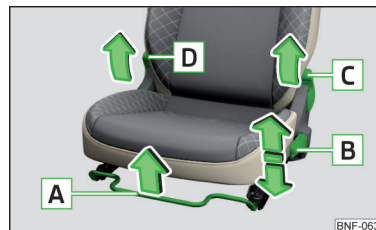

Bild 50
Manöverorgan på förarstolen » bild 50
- » Dra i spaken **D** » bild 50 och fäll fram ryggstödet.